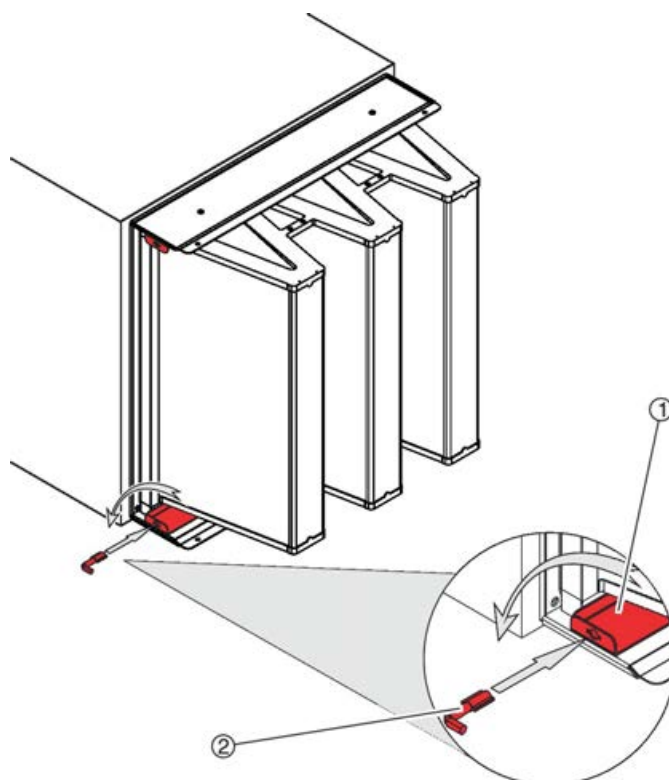

Fig. 53: Inserción de la llave especial
3. ▶ Introduzca la llave especial (Fig. 53 /2) en el hueco de cada carril de sujeción (Fig. 53 /1) y gírela 90° en sentido contrario a las agujas del reloj.